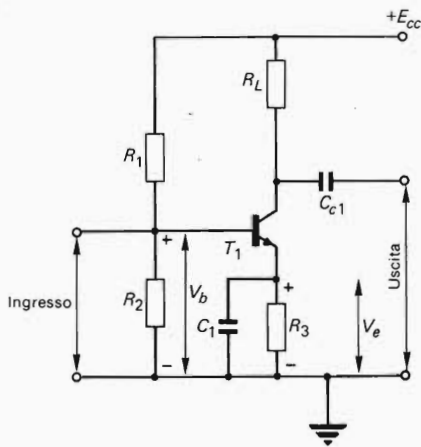

Fig. 6.8 - Polarizzazione con partitore di tensione per un transistor connesso ad emettitore comune.
(3) Una più perfetta stabilizzazione del punto di lavoro viene fornita dalla configurazione di Fig. 6.8. Alla base del transistor è applicato un potenziale positivo  $V_b$  ricavato dal partitore di tensione ( $R_1 + R_2$ ) connesso ai capi della sorgente di alimentazione del circuito di collettore; l'emettitore è mantenuto ad un potenziale positivo  $V_e$  per la caduta di tensione ai capi del resistore di emettitore  $R_3$ . La tensione di polarizzazione della giunzione emettitore-base è data dalla differenza fra le tensioni  $V_b$  e  $V_e$ ; il valore dei diversi componenti è scelto in modo tale che la giunzione sia polarizzata direttamente con una tensione pari a qualche decimo di volt. Una certa corrente di polarizzazione scorre quindi nella giunzione emettitore/base. Il resistore di emettitore  $R_3$  è disaccoppiato da un condensatore onde evitare che ai suoi capi appaia una frazione del segnale alternato presente sul collettore e che tale tensione alternata possa modificare la tensione di polarizzazione della giunzione emettitore/base.
La configurazione di Fig. 6.8 viene indicata "POLARIZZAZIONE CON PARTITORE DI TENSIONE" ed è di gran lunga il più comune circuito di polarizzazione e stabilizzazione, per il buon fattore di stabilizzazione che è possibile ottenere con un ampio intervallo di valori possibili per i diversi componenti. Il resistore  $R_1$  ha sempre un valore superiore rispetto ad  $R_2$ ; valori tipici sono:  $R_1 = 100\text{ k}\Omega$  e  $R_2 = 10\text{ k}\Omega$  o  $R_1 = 47\text{ k}\Omega$  e  $R_2 = 8,2\text{ k}\Omega$ . Il valore di  $R_3$  si aggira in genere attorno ad  $1\text{ k}\Omega$ .